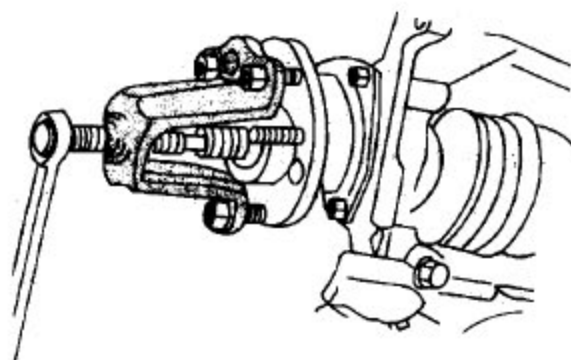

图 1-10 分离车轮轴承
e). 如图 1-10 所示，用三颗车轮螺母将轮毂芯轴拆卸工具连接到车轮轴承 / 轮毂上分离传动轴与车轮轴承。